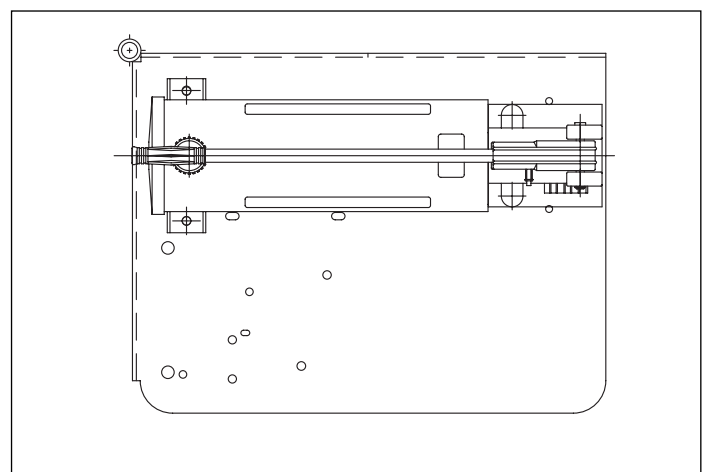

Figure 4, Pompe à main P-802
3. Montez la pompe à main sur le plateau en quatre emplacements au moyen du matériel fourni. Utilisez des brides de fixation pour fixer la tête de la pompe. Voir Figure 4.